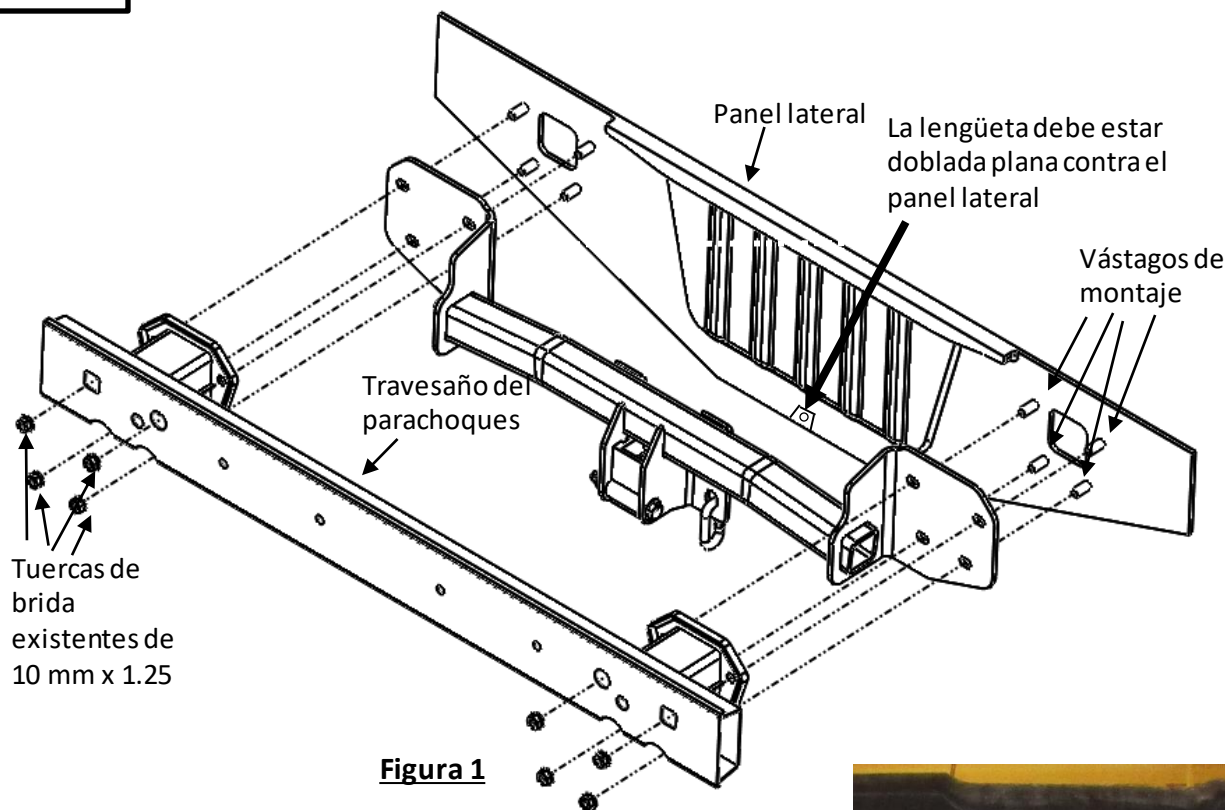

Figura 1
- b) Retirar la cubierta plástica de la luz trasera con un destornillador de cabeza plana y con un destornillador de estrella (Phillips) retirar (2) pasadores de presión tipo tornillo (en cada lado).
- c) Con un cubo de 10 mm, retirar (2) tornillos de la luz trasera (en cada lado).
- d) Halar la luz trasera hacia atrás y retirar (2) bombillas y (1) conector eléctrico del ensamble de la luz trasera (en cada lado).
4. **Retirar la fascia:** *NOTA: Guardar todos los fijadores para reinstalación. a) Retirar (1) pasador de presión del receptáculo de la rueda (cada lado). Con un destornillador de estrella (Phillips), presionar el centro del pasador de presión y luego retirarlo. *NOTA: Si las solapas para el barro están instaladas en la parte inferior del receptáculo de la rueda y la fascia, con un destornillador de estrella (Phillips), retirar (3) tornillos, con un destornillador de cabeza plana retirar (2) pasadores de presión (en cada lado).
- b) Con un destornillador de cabeza plana, retirar (7) pasadores de presión a lo largo del borde inferior de la fascia.
- c) Con un destornillador de cabeza plana abrir la lengüeta en la fascia debajo de la luz trasera. Con un cubo de 10 mm, retirar (1) tornillo (en cada lado).
5. **Retirar el travesaño del parachoques:** Retirar el soporte de espuma de la fascia desde el parachoques dejando al descubierto los orificios de acceso. Con un cubo de 14 mm, retirar (4) tuercas y guardarlas para la instalación del enganche (en cada lado).
6. **Instalar el enganche:** *VER LA FIGURA 1. Doblar la pestaña de la fascia central contra el panel lateral. Levantar el enganche y el travesaño del parachoques a su posición sobre los vástagos en el panel lateral del vehículo. Volver a instalar sin apretar las (8) tuercas de brida que se retiraron en el paso 3 (4 en cada lado).